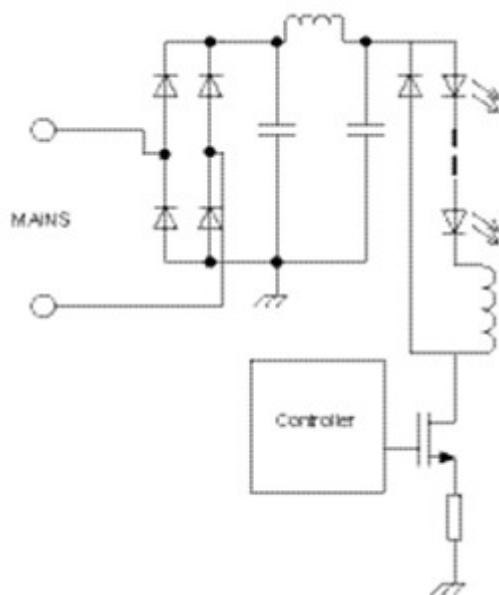

图 5. 降压式拓扑原理图
- 降压式拓扑是最高效的拓扑结构之一。其基本原理如图 5 所示。